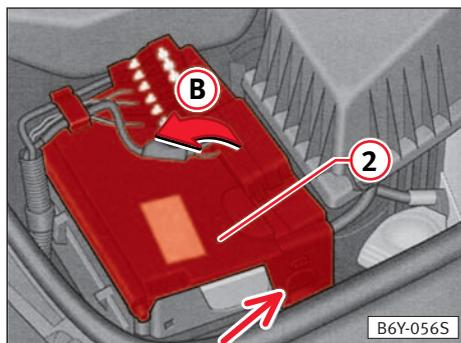

Fig. 130
- Tiri leggermente la linguetta laterale del coperchio della batteria ⇒ freccia, fig. 130. Alzi il coperchio in direzione della freccia ②.